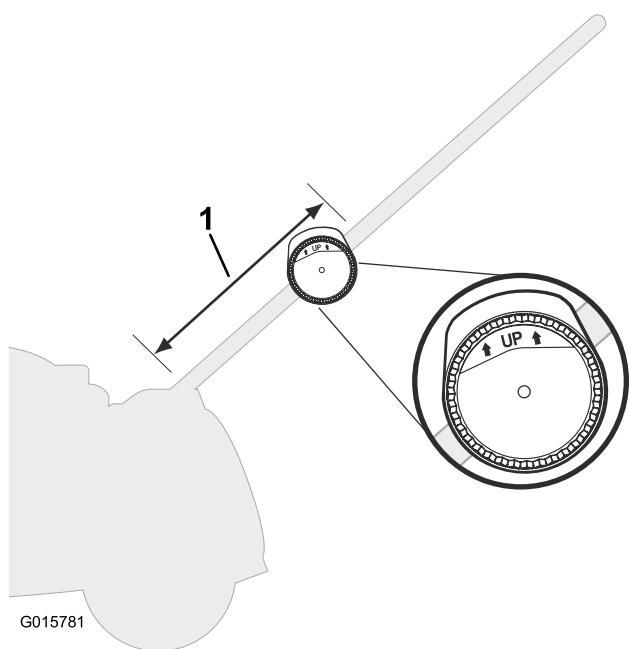
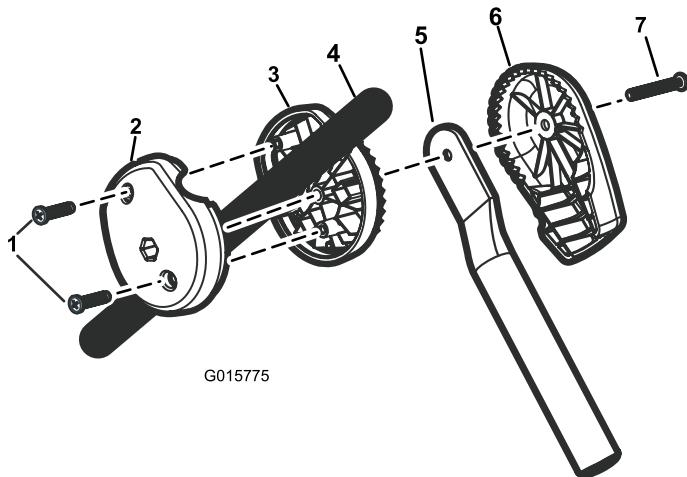

Figure 2
Figure 1
1. Dans le tiers inférieur du gudion, placez la bride intérieure à l'intérieur du gudion (Figure 1).
2. Placez la bride extérieure à l'extérieur du gudion, la mention **Up** tournée vers le haut (Figure 2), et fixez les deux brides au gudion au moyen de 2 vis Phillips (Figure 1).
3. Placez le tube vertical dans le dispositif de réglage de l'angle. Assurez-vous que la partie supérieure du tube vertical repose à **plat** sur la partie intérieure du dispositif de réglage de l'angle (Figure 1).
4. Utilisez la vis à tête tronconique pour fixer le tube vertical et le dispositif de réglage de l'angle à la bride de serrage comme illustré à la Figure 1.